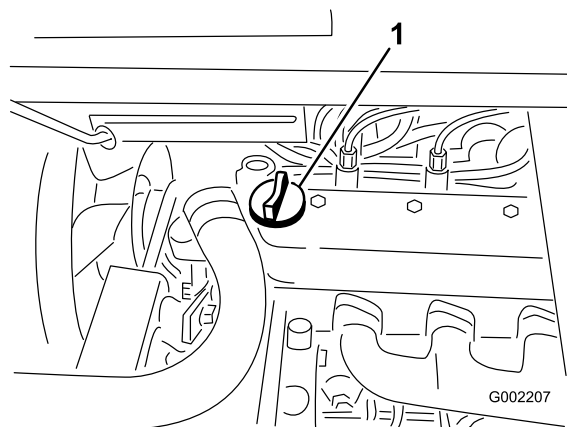

Figura 40
3. Se l'olio è insufficiente, togliete il tappo di rifornimento dal coprivalvola (Figura 40) e versate l'olio nel foro finché non raggiunge il segno di pieno (Full) sull'asta; il tipo di olio e la viscosità adatti sono riportati nella sezione Manutenzione dell'olio motore. Versate l'olio lentamente, controllando spesso il livello durante questa operazione. Non riempite troppo.